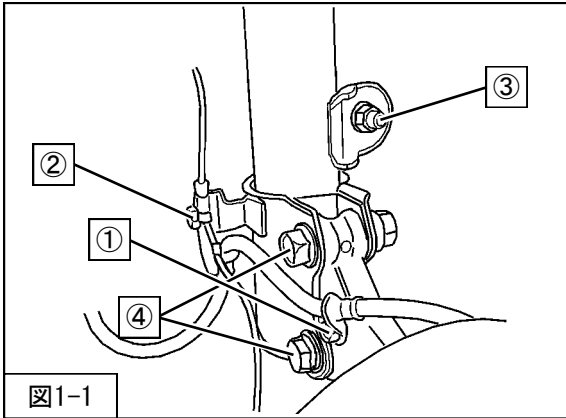

図1-1
2. ①ブレーキホース取付ボルト
②ABSセンサハーネス取付ボルト
③スタビライザリンク取付ナット
④フロントサスペンションASSYロア取付ボルト・ナットを取外してください。（図1-1）